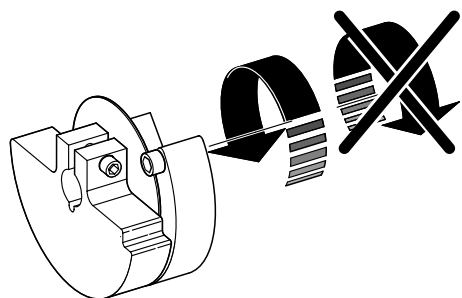
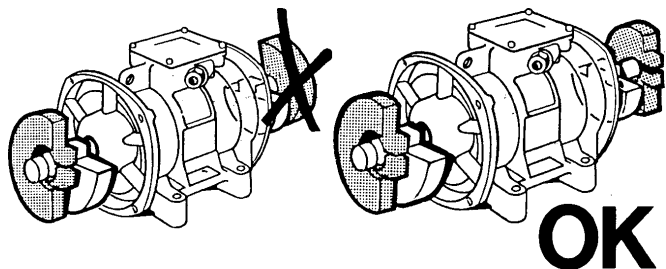

Fig.28
Fig.29
- È assolutamente necessario regolare le masse nello stesso senso nelle due estremità (Fig. 29). Per consentire l'esatta regolazione delle masse i motovibratori sono dotati
- It is absolutely essential to adjust the weights in the same direction at the two ends (Fig. 29). To allow the weights to be precisely regulated, the electric vibrators have
- Die Unwuchtmassen müssen auf den beiden Seiten unbedingt in der gleichen Richtung verstellt werden (Abb. 29). Um die genaue Einstellung der Fluchtmassen zu gestatten, sind die Unwuchtmotoren mit einem patentierten System ausgestattet, welches die Rotation der einstellbaren Fluchtmassen in der falschen Richtung verhindert (Abb. 28).
di un sistema brevettato che impedisce di ruotare la massa regolabile nel senso sbagliato (Fig. 28).
a patented system that prevents the adjustable weight from turning in the wrong direction (Fig. 28).
extrémités (Fig. 29). Pour permettre le réglage exact des masses les motovibrateurs sont dotés d'un schéma breveté qui empêche la masse réglable de tourner dans le mauvais sens (Fig. 28).
- Es imprescindible regular las masas en el mismo sentido en las dos extremidades (Fig. 29). Para permitir la exacta regulación de las masas los motovibradores están equipados con un sistema patentado que impide de girar la masa regulable en el sentido erróneo (Fig. 28).